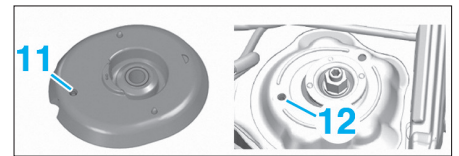

FIG. 9
- S'assurer du bon alignement de l'alsage de la coupelle supérieure d'amortisseur en (11) avec celui de la caisse en (12) (Fig.9).